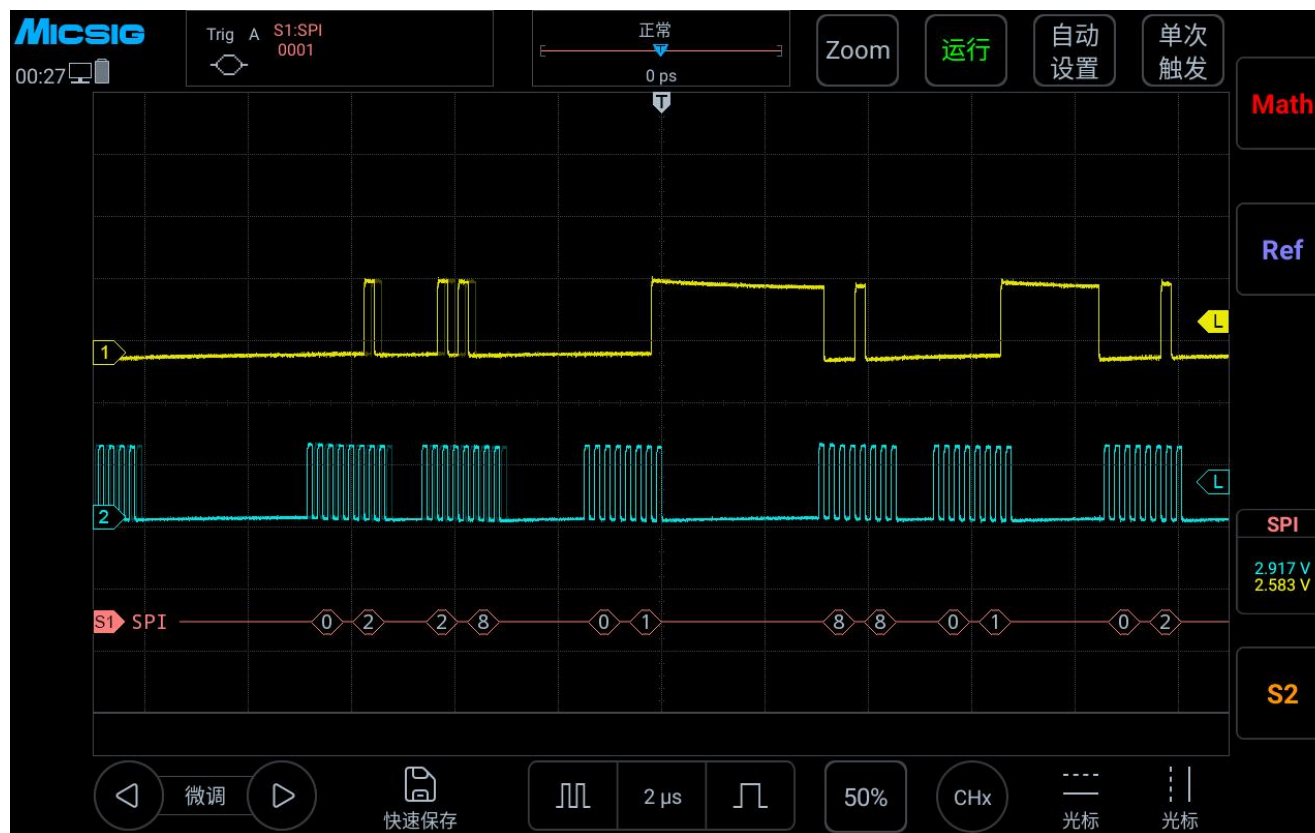

图 13-20 SPI 图形界面
(3) 打开触发设置菜单，触摸屏上点按数据，使用虚拟软键盘设置要匹配的数据为“0001”；
(4) 依据信号幅值调节 2 个通道阈值电平； SPI 触发图形界面见图 13-20：